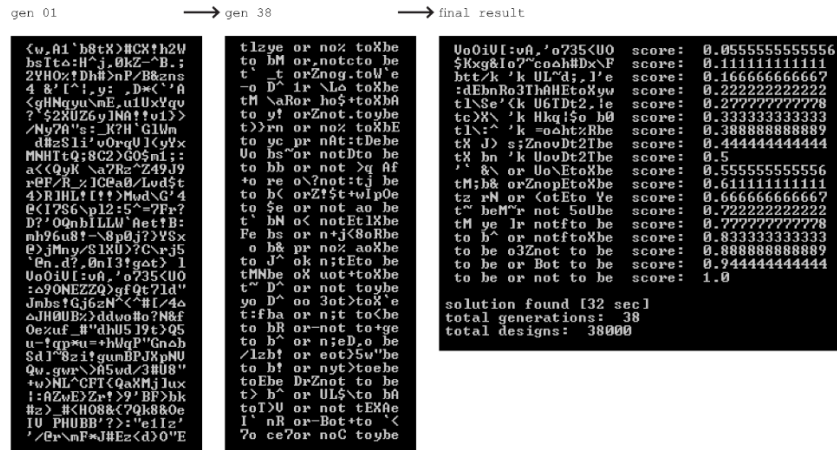

Рис. 1. Процес генетичного алгоритму (GA) для пошуку проблеми Шекспіра
Можна припустити, що у основу алгоритмів генеративного дизайну закладено генетичний алгоритм (GA), який є одним із найдавніших та найпопулярніших метаевристичних алгоритмів оптимізації дизайну [2]. Перший опис алгоритму еволюційних обчислень був запропонований Дж. Голландом у книзі «Адаптація в природних та штучних системах», у якій описано перший в історії генетичний алгоритм (GA). У праці [2] наводиться вирішення проблеми, описаної у книзі Д. Шиффмана, у якій описано генетичні алгоритми. Для демонстрації масштабів проблеми описано відтворення фрази В.Шекспіра `to_be_or_not_to_be` (рис.1). У описаній фразі міститься 18 символів, а у англ. мові включно з абеткою (26 літер), цифрами та із знаками пунктуації автор наводить 96 символів. Тобто, на місці однієї клітинки може бути 1 із 96 символів. Якщо ми підрахуємо загальну кількість можливих рішень, то отримаємо: